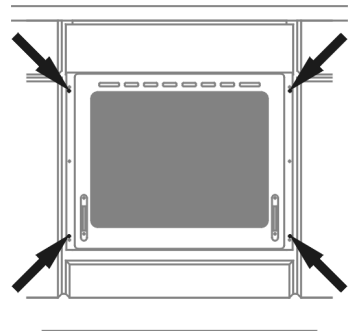

Bild 4
4. Der Backofen soll vorsichtig in die vorbereitete Aussparung in dem Möbel (dem Einbauschrank) eingeschoben und vor dem Rausfallen mit den 4 Schrauben an den Stellen gesichert werden, die auf dem Bild 4 gezeigt sind.